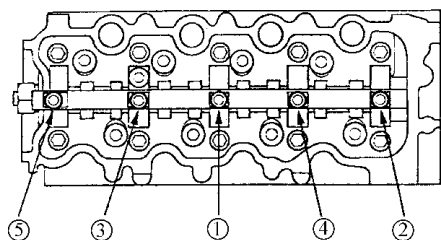

图 2-109 安装摇臂轴螺栓的顺序
3) 如图 2-109 所示，将摇臂轴置于缸盖上，然后将螺栓锁紧至规定力矩值。规定力矩值： $29\text{N}\cdot\text{m}$ 。给螺栓的螺纹和凸缘涂上发动机机油。